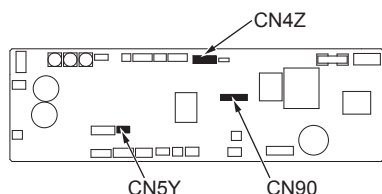
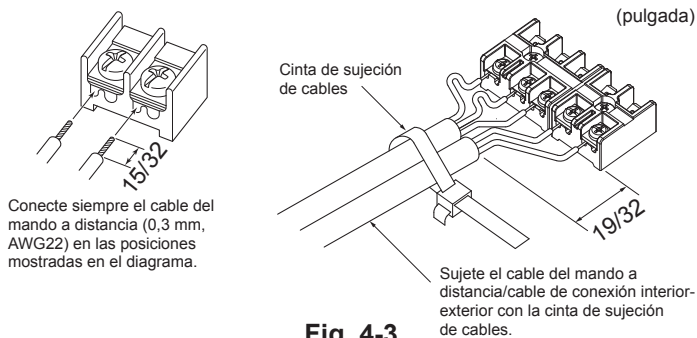

Fig. 4-2
Fig. 4-3
4.1. Unidad interior (Fig. 4-1, Fig. 4-2, Fig. 4-3)